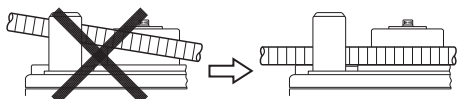

Fig. 46
- Placer la barre béton sur la plaque centrale et la régler de façon qu'elle soit à l'horizontale par rapport à la surface de la plaque tournante. Si le côté à cintrer de la barre béton est incliné vers le haut, la barre béton risque de se dégager du rouleau à cintrer pendant le cintrage et d'être projetée. (Fig. 46)